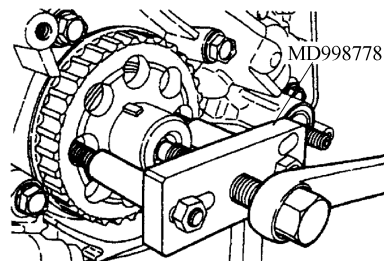

图 4-41 拆卸曲轴带轮
(7) 曲轴带轮 B 拆卸 若因粘着不易拆卸, 请使用专用工具, 如图 4-41 所示。